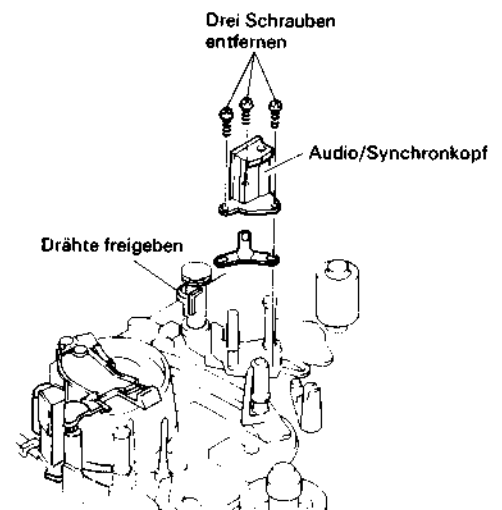

Abb. 2.52 Ausbau des Audio/Synchronkopfes (A/C)
5. Die Drähte aus der Kabelbride nehmen (siehe Abb. 2.52).
6. Die drei (3) Befestigungsschrauben des Audio/Synchronkopfes lösen.